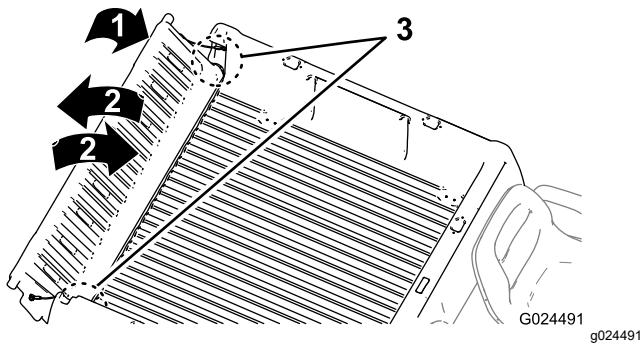

Bild 16
2. Drehen Sie die Heckklappe auf eine ungefähre Stellung von 45° (Bild 16).
3. Drehen Sie die Heckklappe mehrmals mit kurzen, schüttelnden Bewegungen (**Bild 16**).